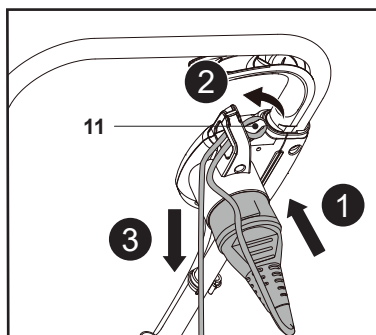

Fig. 11
1. Fixer l'extrémité de sortie de la rallonge à l'entrée d'alimentation de la tondeuse. Faire une boucle avec la rallonge et accrocher la boucle sur le dispositif de protection du câble (11). (Fig. 11, étapes 1, 2).
2. Tirer doucement sur la rallonge pour vérifier qu'elle est bien fixée (Fig. 11, étape 3).